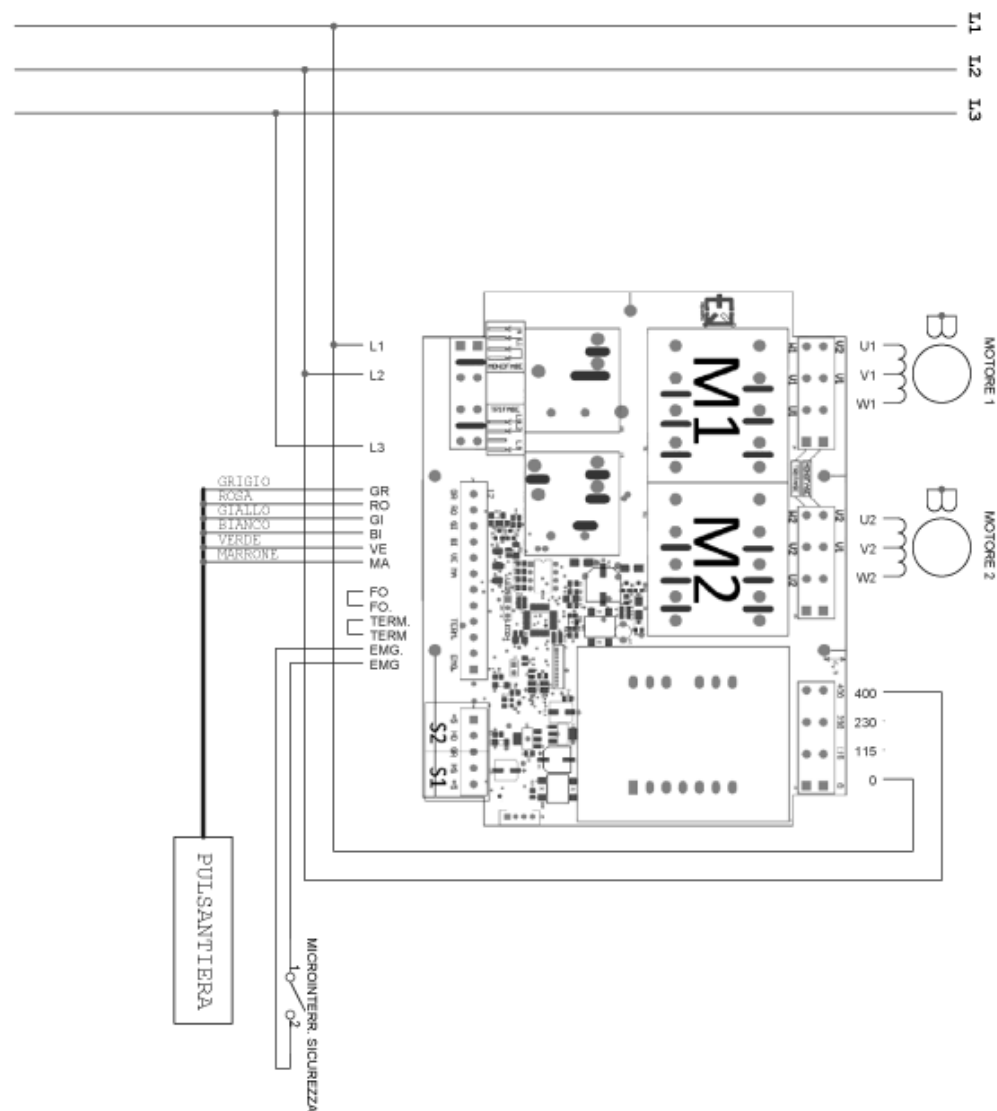

Fig. 2.4.1
2.4.1 - Schéma électrique triphasé à 400V (Fig. 2.4.1)
La surface sur laquelle on doit installer la machine doit être horizontale et solide et le plan d'appui doit être en mesure de supporter le poids de la machine en toute sécurité. Il faut en outre laisser un large espace autour de la machine en tenant compte des dimensions indiquées dans la Fig. 2.4.1. Ceci facilite la manœuvrabilité pendant le travail et garantit l'accès pour les interventions d'entretien.